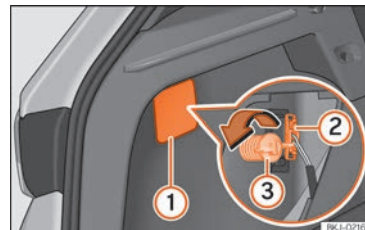
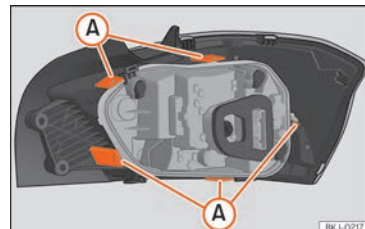

Fig. 54 Bagageira: acesso ao parafuso de fixação da unidade de luz traseira.
Fig. 55 Linguetas de fixação na parte posterior da unidade de luz traseira.
- Retire a tampa fazendo alavanca com o lado plano de uma chave de fendas no entalhe »» Fig. 54 ①.
- Retire o conector da lâmpada ②.
- Desenrosque com a mão ou com a ajuda de uma chave de fendas o parafuso de fixação do farolim ③.
- Desmonte o porta-lâmpadas desbloqueando as linguetas de fixação »» Fig. 55 A.